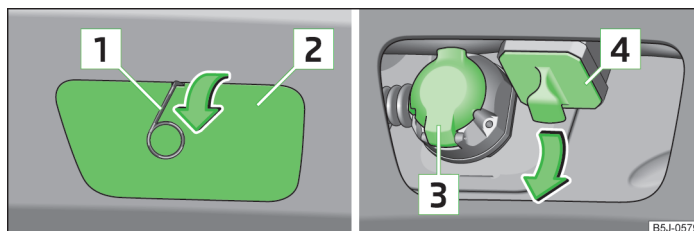
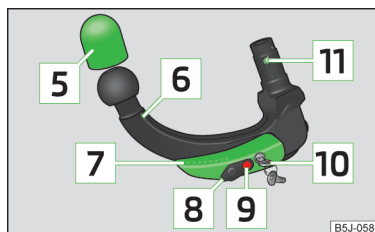

Fig. 104 Demontarea măștii: la bara de protecție spate / pentru locașul de fixare
Fig. 105
Descrierea imaginii » fig. 104 și » fig. 105
- Detașați masca de pe bara de protecție din spate **2** » fig. 104 la pagina 118 cu ajutorul bridei pentru extragerea capacelor de roată, în sensul săgeții.
- Scoateți masca pentru locașul de fixare **4** » fig. 104 la pagina 118 în sensul săgeții » **!**.
După demontare, păstrați masca [2] precum și masca [4] » fig. 104 la pagina 118 într-un loc adecvat, în portbagaj.
- ▶ Introduceți masca pentru locașul de fixare **4** » fig. 104 la pagina 118 în sens opus săgeții.
- ▶ Aplicați masca pe bara de protecție spate **2** » fig. 104 la pagina 118 la „cârligele” din partea de jos a barei de protecție.